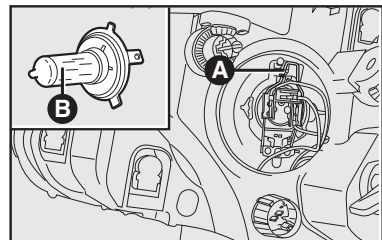

fig. 19
- desconecte el conector eléctrico central y desenganche el resorte de fijación de la lámpara **A** - fig. 19, empujando hacia abajo y desplazándolo lateralmente;
- quite la lámpara **B**-fig. 19 y sustitúyala;
- monte el portalámpara **A-fig. 19** girándola en sentido horario, comprobando el correcto bloqueo.